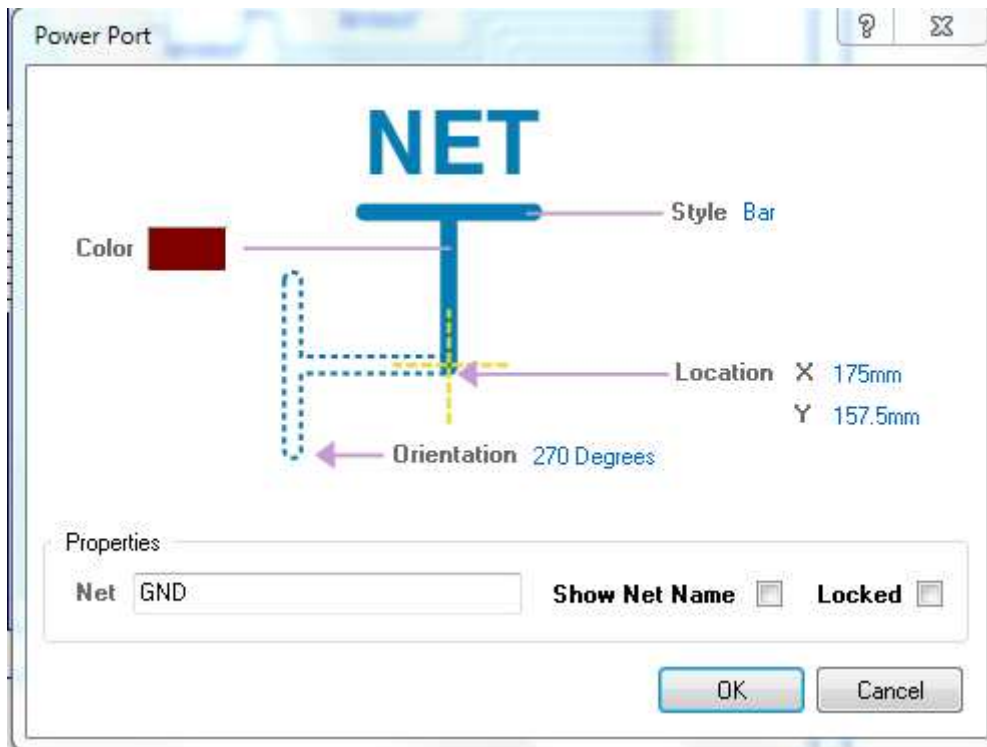

Рис. 107. Параметры порта GND
15. Ввести порты питания, выбрав команду GND Power Port и нажав клавишу TAB. В окне параметров надо указать стиль порта, ввести имя цепи и убрать галочку изображения имени цепи, см. Рис. 107. Аналогично добавить порты VCC+ и VCC-, для которых выбрать стиль порта Arrow, поставить галочку изображения имени цепи и ввести соответствующее имя цепи.